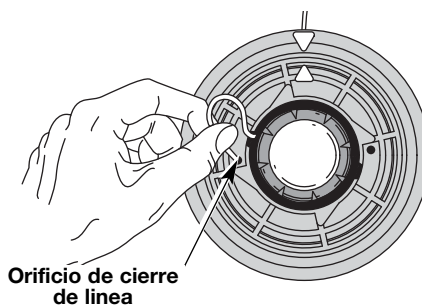

Fig. 14
5. Inserte la línea en el orificio de cierre. No empuje la línea más de 12,7 mm (1/2 pulgada) dentro del orificio de cierre. Cuando la línea está bien insertada, formará un bucle pequeño (Fig. 14).